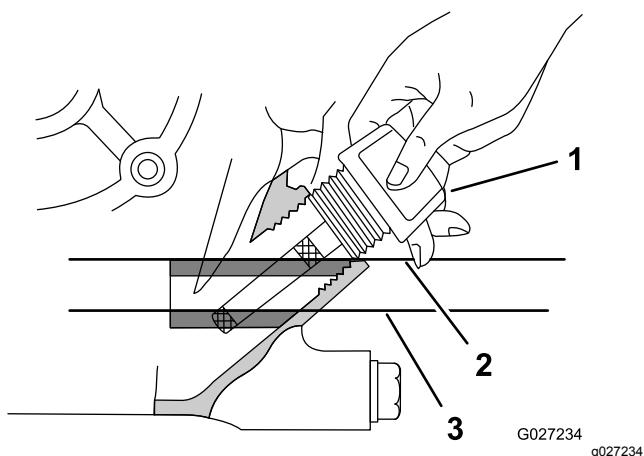

図 13
4. エンジンからディップスティックを抜きウェスで一度きれいに拭く(図 13)。
5. 図 13のようにディップスティックをエンジンに差し込む。
6. ディップスティックを引き抜いてオイル量を確認する図 13。
**注** ディップスティックについている 2 つの格子模様の間が全部オイルで濡れていればオイル量は適正です図 13。
8. ディップスティックを取り付けて手締めする図 13。